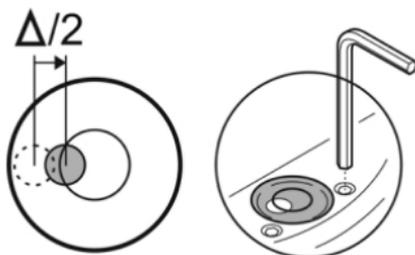

Рис. 9
Юстировка производится следующим образом: вращайте юстировочные винты (11) до тех пор, пока пузырек не сместится к центру круглого уровня на половину отклонения  $\Delta/2$  (рис. 9). Затем с помощью шестигранника доведите пузырек в центр круглого уровня вращением двух юстировочных винтов.